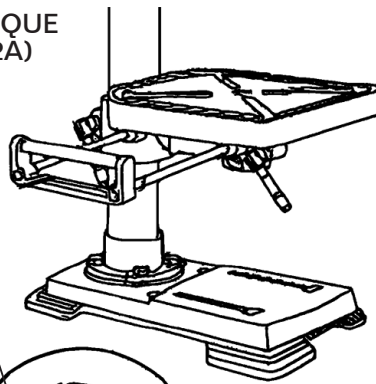

Fig. 12A
## INCLINAR LA MESA (FIG. 12A)
1. Afloje el perno de bloqueo de bisel (Fig. 12A - 1) girándolo en sentido antihorario con una llave ajustable (no incluida).
2. Incline la mesa al ángulo deseado, utilizando la escala de bisel (Fig. 12A - 2) como guía básica.
## AJUSTAR LA MESA PARA QUE SEA HORIZONTAL (FIG. 12A)
1. Afloje el perno de bloqueo de bisel (Fig. 12A - 1).
2. Vuelva a alinear la mesa al ajuste de 0° en la escala de bisel (Fig. 12A - 2).